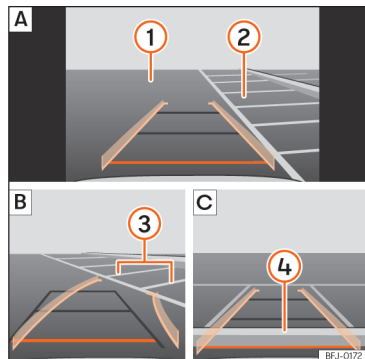

Fig. 144 Visualização no ecrã do sistema infotainment: estacionamento com o assistente de marcha-atrás.
Legenda da »» Fig. 144:
- Posicione o veículo à frente do lugar de estacionamento » Fig. 144 2 A.